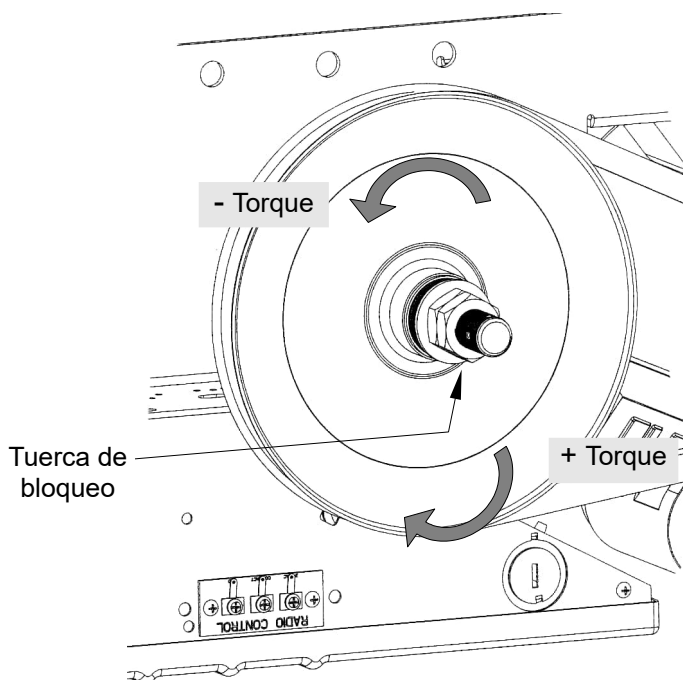

Figura 36 - Ajuste del embrague
1. Abrir las tuercas con (2) llaves 7/8", consultar la Figura 36.